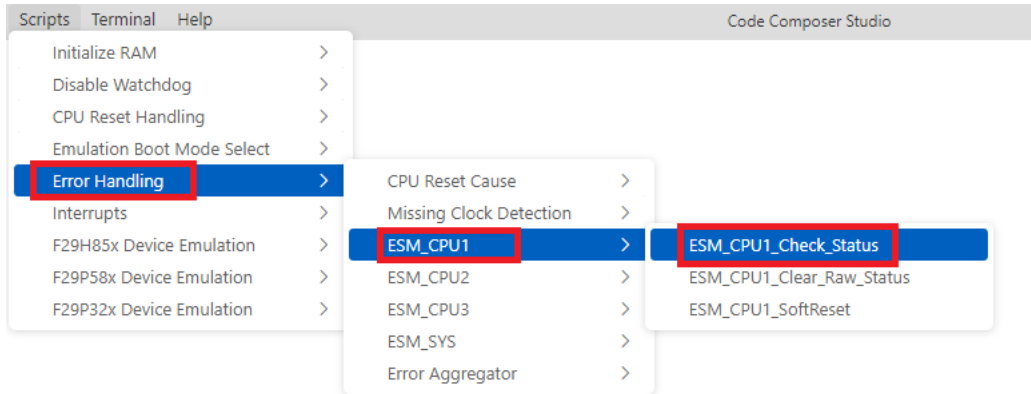

图 5-6. ESM 错误状态 GEL 函数
1. 在 CCS 中运行以下脚本 `ESM_CPU_Check_Status()` GEL 文件 `hotmenu` 函数，以检查错误事件的状态，如图 5-6 中所示。此函数输出指示的错误事件分为两类：